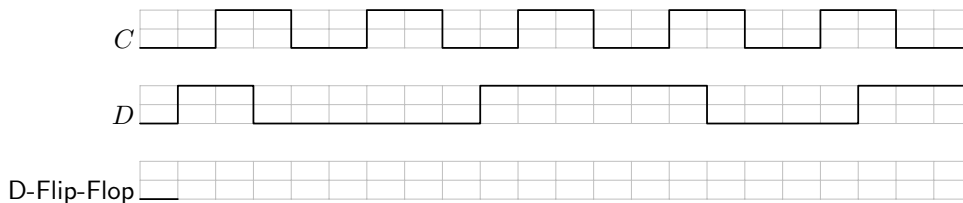

Abbildung 3.3: Vervollständigen Sie das Timing-Diagramm des D-Flip-Flops.
Realisieren Sie ein positiv flankengesteuertes D-Flip-Flop, wie in Abbildung 3b dargestellt aus den Einfachgattern NOR, AND und NOT. Die Eingangssignale sollen auch hier durch Schalter realisiert werden, der Ausgang soll auf eine LED im Bereich (G) gelegt werden. Tragen Sie die ermittelten Ausgangssignale des Flip-Flops in Abbildung 3.3 ein.